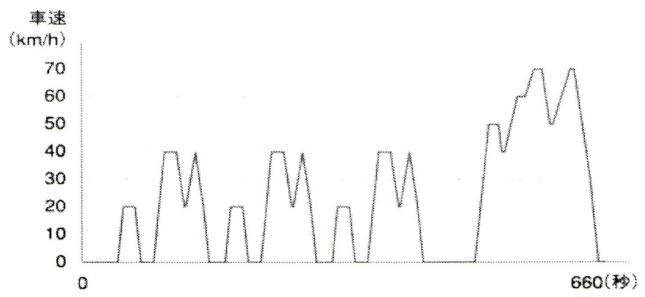

図2. 10.15モードによる測定
- ①走行抵抗設定 車両（空車）状態+110kg
- ②搭載電気機器、エアコンOFF状態
- ③60km/hで15分暖機走行完了後、10.15モードのグラフに合わせて走行する。（図2）